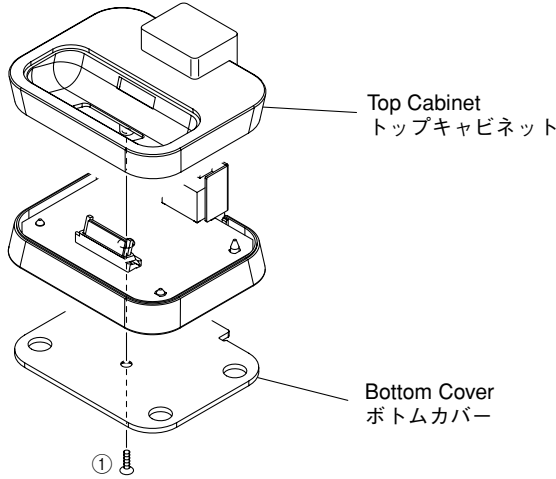

Fig. 1
- Remove 1 screw (①). (Fig. 1)
- ①のネジ1本を外します。(Fig. 1)